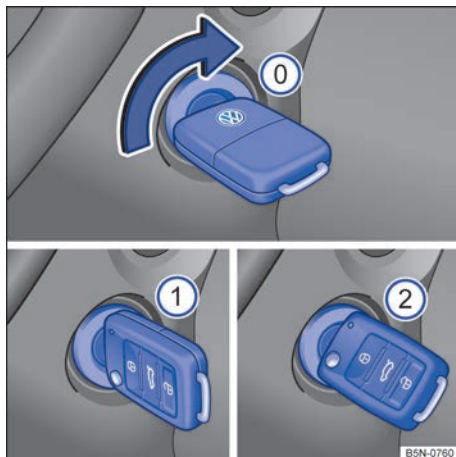

Fig. 86 Ao lado do volante, à direita: posições da chave do veículo no cilindro da ignição.
Posições da chave do veículo → Fig. 86
3.	Girar a chave do veículo na ignição para a posição → Fig. 86  para dar partida no motor – não acelerar.
5. Girar a chave do veículo no cilindro da ignição para a posição → Fig. 86 **⓪**.